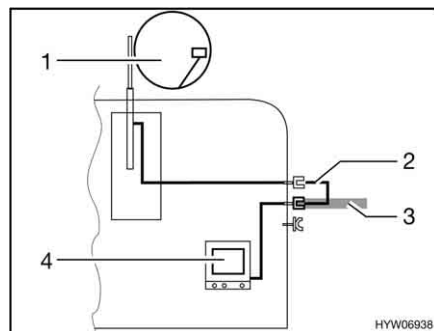

Fig. 120 TV dans le véhicule
- TV dans le véhicule (Fig. 120,4) : Raccord à l'antenne sur le toit (Fig. 120,1) avec câble d'alimentation (Fig. 120,2)
- TV dans le véhicule (Fig. 120,4) : Raccord à l'antenne extérieure (Fig. 120,3)